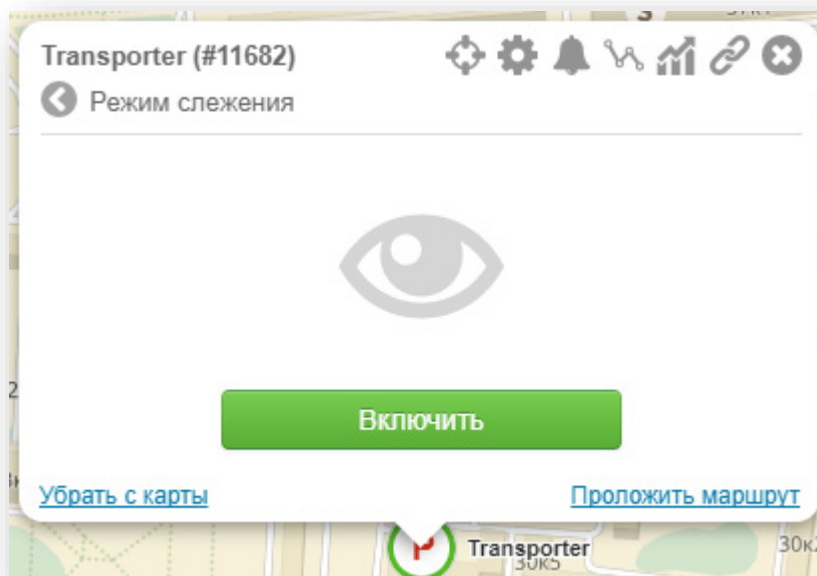

Рисунок 32. Включение/отключение режима слежения
- Информация о режиме слежения³. Для включения/выключения режима слежения нажмите кнопку  и в открывшемся окне нажмите кнопку «Включить/Выключить» (см. рис. 32);